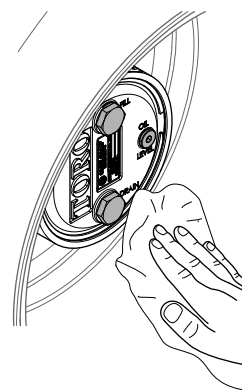

Figura 109
3. tergeți carcasele mecanismului planetar i frânei (Figura 109).